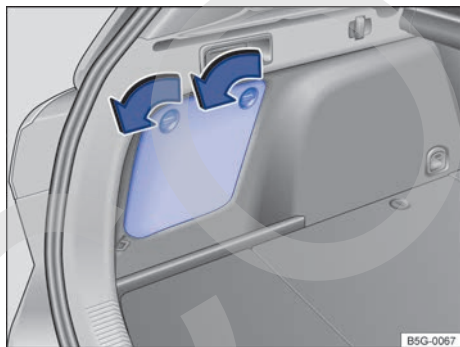

Fig. 205 En el maletero: abrir el portaobjetos lateral.
Las herramientas de a bordo, la rueda de repuesto o la rueda de emergencia pueden ir alojados en diferentes lugares dentro del vehículo como, p. ej., en el maletero debajo del piso variable ⇒ fig. 206 o en el portaobjetos lateral detrás de una tapa ⇒ fig. 205.
- Para *abrir* el portaobjetos, gire los cierres en el sentido de las flechas, hasta el tope ⇒ fig. 205.